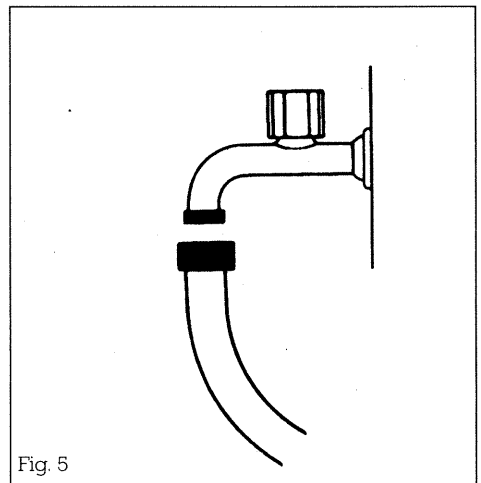

Fig. 5
- 2.- Conecte el otro extremo del tubo a un grifo de agua cuya embocadura esté roscada con 3/4 gas. Una vez realizada esta operación apriete bien la tuerca de conexión (Fig. 5).